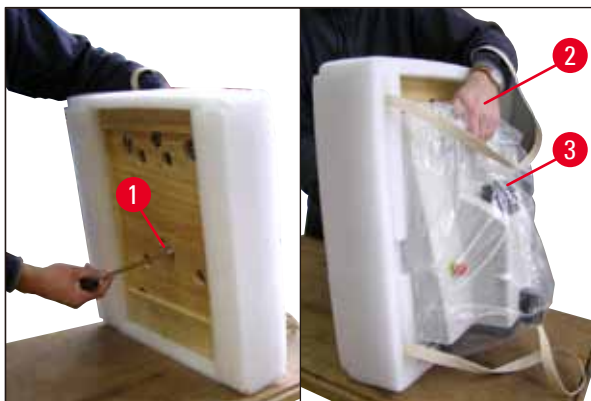

Fig. 5
- Sollevare lo strumento insieme alla piastra di base (→ Fig. 5), trattenendo lo strumento con una mano sul vano (→ Fig. 5-2) della vasca tampono! NON sollevarlo o trattenerlo MAI dalla testina di taglio (→ Fig. 5-3)! Con la chiave a brugola da 8, svitare la vite (→ Fig. 5-1) e rimuovere la piastra di base.